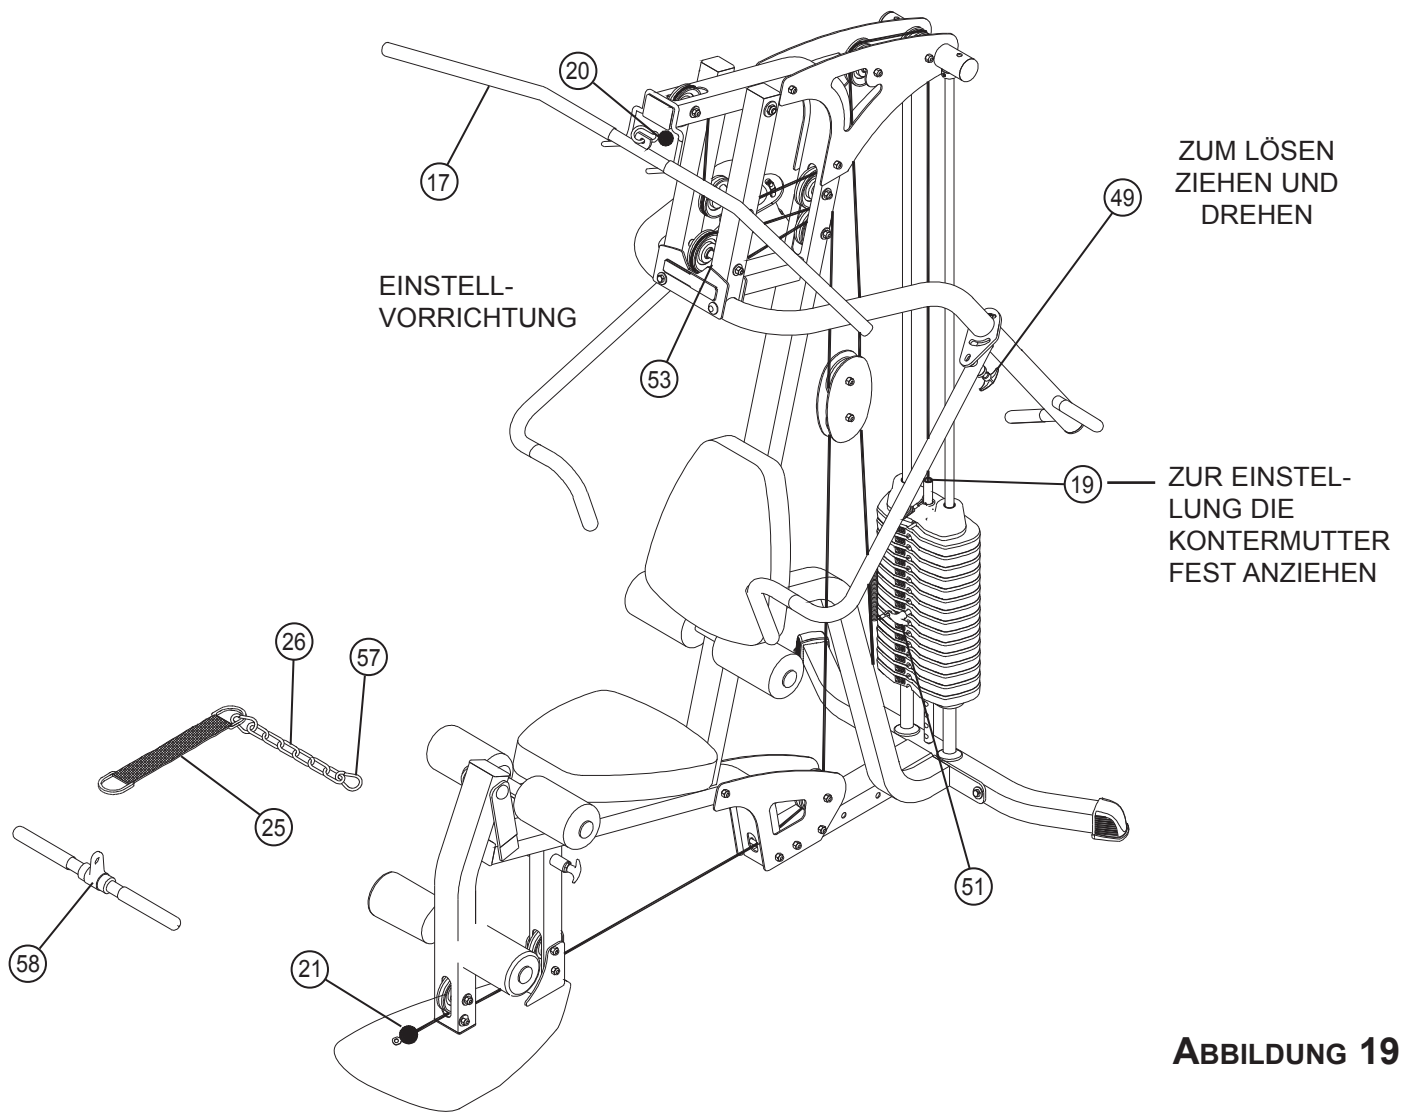

ABBILDUNG 19
- Wenn die KOPFPLATTE (19) nach Abschluss des Zusammenbaus nicht oben auf der ersten GEWICHTSPLATTE (22) sitzt, die KOPFPLATTE (19) nach unten drücken, den GEWICHTSWAHLSTIFT (51) einstecken und die Presse mehrmals betätigen. Hierdurch wird das Seilzugsystem entspannt, sodass die KOPFPLATTE (19) nicht angehoben wird. Siehe ABBILDUNG 19.
- Falls die KOPFPLATTE (19) nach Durchführen des obigen Schritts immer noch nicht auf der ersten GEWICHTSPLATTE (22) liegt, oder falls das Seilzugsystem zu sehr durchhängt, das Gewindeende des LAT-SEILZUGS (20) und das EINSTELLBARE GLEITSTÜCK (53) entsprechend einstellen und die Gegenmuttern wieder anziehen. Siehe ABBILDUNG 19.
- Die KOPFPLATTE (19) sollte ganz leicht auf der GEWICHTSPLATTE (22) aufliegen.
- Die LAT-STANGE (17) mit einem SCHNAPPVERBINDER (57) wie in ABBILDUNG 19 gezeigt am Kugelende des LAT-SEILZUGS (20) befestigen.
- Das KNÖCHELBAND (25) mit einem SCHNAPPVERBINDER (57) wie in ABBILDUNG 19 gezeigt an der GLIEDERKETTE (26) befestigen.
- Den UNTEREN RUDERBÜGEL (58) mit einem SCHNAPPVERBINDER (57) am Kugelende des UNTEREN SEILZUGS (21) befestigen.